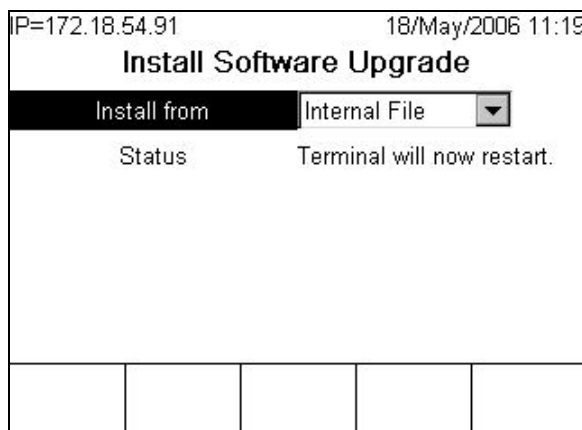

Figura 3-3: Aggiornamento del firmware in corso
- Se IND780 trova i file nella directory UPGRADE (AGGIORNAMENTO), viene visualizzata la schermata mostrata nella Figura 3-3 e il terminale viene riavviato.